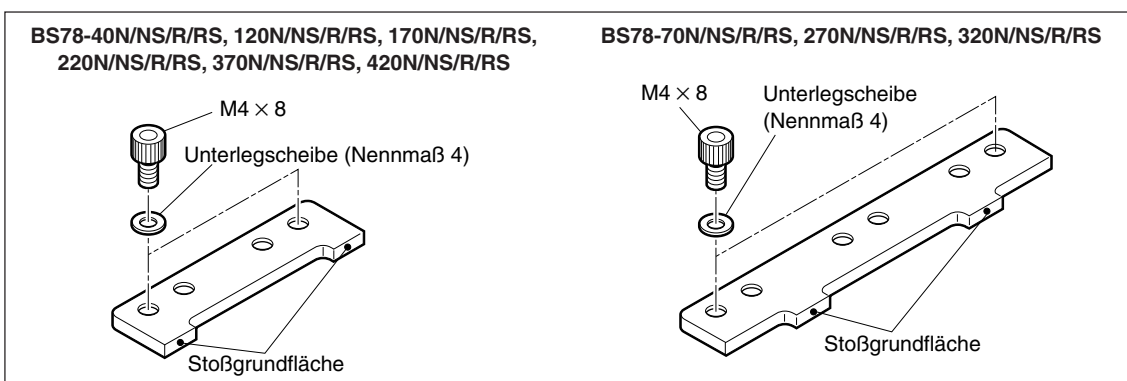

Abb. 3-9
- 4 Schieben Sie den Maßstab zwischen Maßstabsklammer und Montagefläche ein, während Sie seine Bezugsfläche (siehe Abb. 3-9) leicht gegen die Stoßgrundfläche drücken (Hinweis). Ziehen Sie die in der Abbildung mit A und B gekennzeichneten Schrauben der Maßstabsklammer schrittweise und abwechselnd an. (Verwenden Sie nur die linke Maßstabsklammer für Klammern mit zwei Schrauben, und die mittlere Maßstabsklammer für Klammern mit drei Schrauben.) (Endanzugsmoment: $1,4 \text{ N} \cdot \text{m}$)